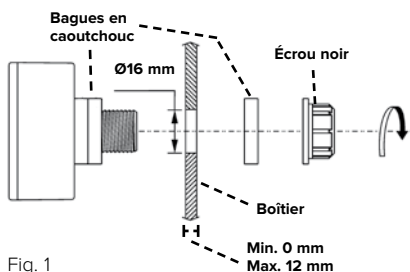

Fig. 1
- Insérez la bague extérieure et serrez l'écrou noir sur la tige (fig. 1). Si nécessaire, vous pouvez utiliser un peu de vaseline pour faciliter le serrage.